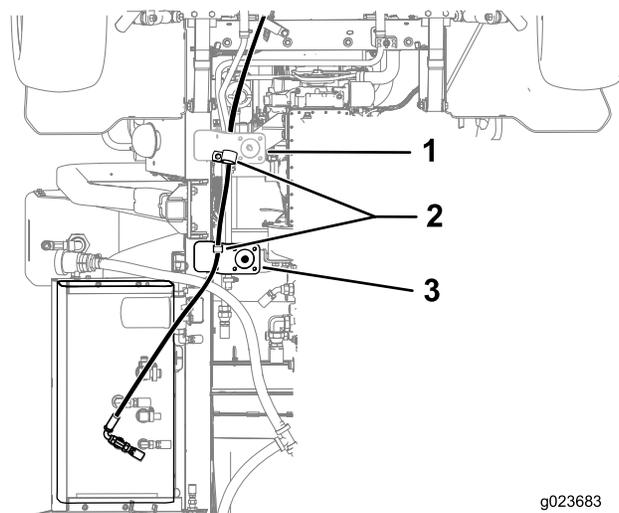

Figura 4
7. Fissate il flessibile alle staffe sulla macchina utilizzando due serratubi a R (Figura 4).